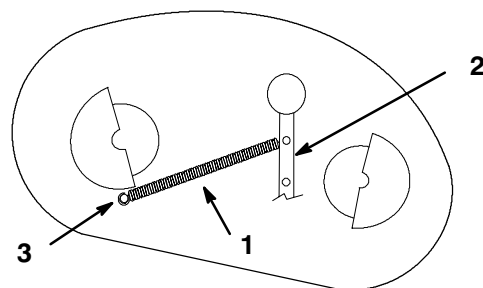

Figure 3
5. Accrochez le ressort de tension au bras de renvoi et au boulon à côté du couvercle de courroie (Fig. 3).